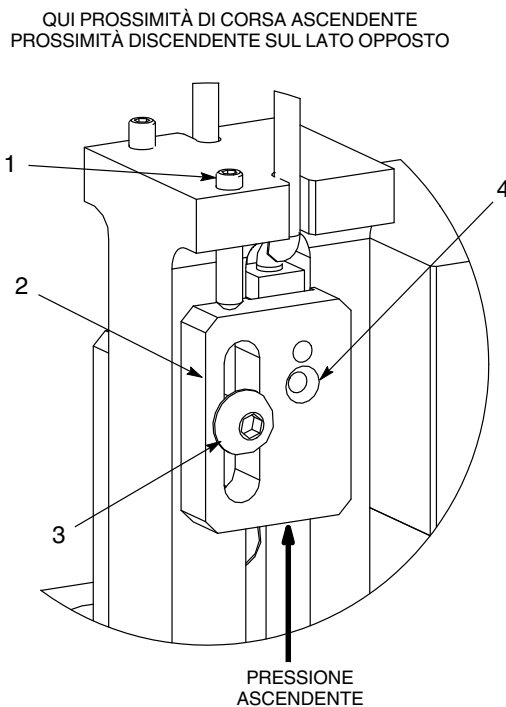

Figura 6 Tipica regolazione dell'interruttore di prossimità
2. Vedi figura 6. Allentare la vite (3) finché la piastra dell'interruttore (2) si muove liberamente.
3. Applicando una pressione manuale verso l'alto sulla piastra dell'interruttore (2), eseguire quanto segue:
- a. Usando la chiave esagonale da 1,5 mm, girare la vite di regolazione (1) in senso antiorario finché il LED (4) si spegne.
- b. Girare lentamente la vite di regolazione (1) in senso orario finché il LED (4) si accende. Far fare un altro $\frac{1}{4}$ di giro in senso orario alla vite di regolazione.
- c. Serrare la vite a (3) a 14 in.-lb (1.3 N•m).
- a. Usando la chiave esagonale da 1,5 mm, girare la vite di regolazione (1) in senso orario finché il LED (4) si accende.
- b. Girare lentamente la vite di regolazione (1) in senso antiorario finché il LED (4) si spegne. Far fare un altro $\frac{1}{4}$ di giro in senso antiorario alla vite di regolazione.